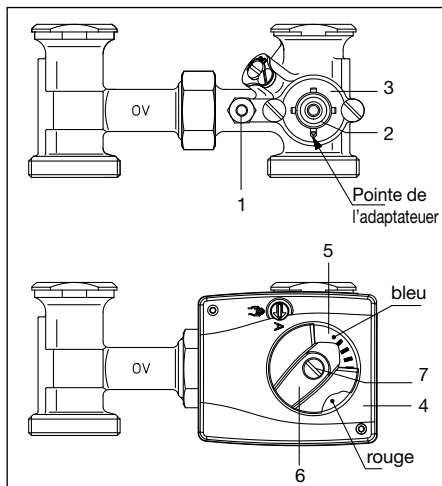

Fig. 5.6 Montage vanne mélangeuse à 3 voies DN25 / DN32
- Monter le dispositif contre torsion (1) sur le corps de la vanne.
- Monter l'adaptateur (2) sur le boisseau de la vanne (3) jusqu'en butée. Tenir compte du méplat!
- Monter le moteur (4) sur l'arbre du mélangeur.
- Placer l'affichage du sens de rotation (5) sur le moteur comme indiqué sur la fig. 5.6.
- Monter la poignée de réglage manuel (6) sur l'arbre du mélangeur avec la flèche se trouvant dans la zone bleue (en départ usine: sens contraire des aiguilles d'une montre à butée, position de service «A» service automatique).
- Insérer la vis (7) avec la rondelle dentelée et la serrer avec un couple de $>5Nm$.